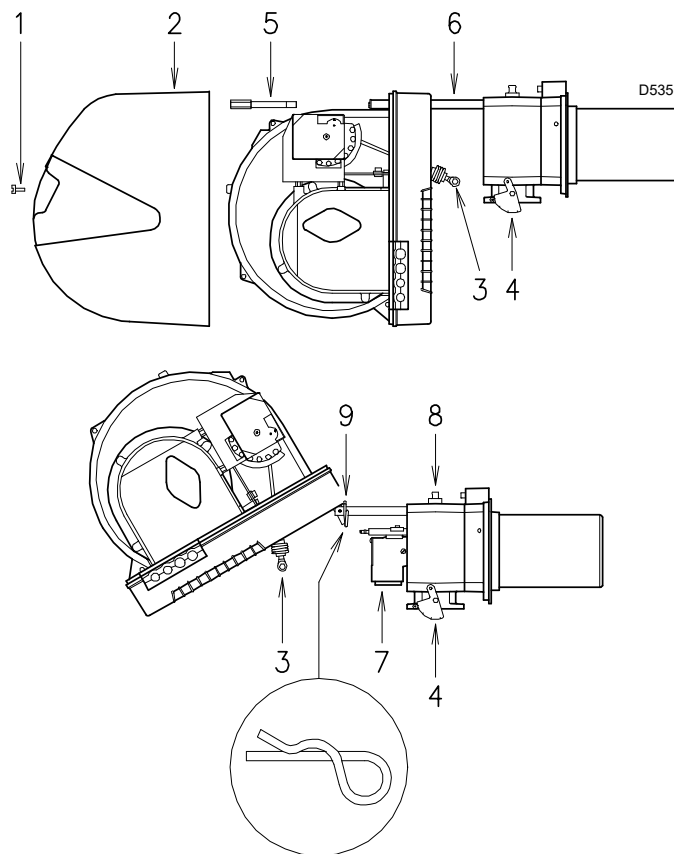

Fig. 40
- Retirer la vis 1) et extraire le capot 2)(Fig. 40).
- Décrocher la rotule 3) du secteur gradué 4)(Fig. 40).
- Déposer la vis 5 et la goupille 9) et reculer le brûleur sur les glissières 6)(Fig. 40) sur environ 100 mm. Débrancher les câbles de la sonde et de l'électrode et reculer ensuite complètement le brûleur.
- Tourner comme montré sur la figure et enfiler la goupille 9)(Fig. 40) dans le trou de l'un des deux guides, de façon à ce que le brûleur reste sur cette position.
On peut alors extraire le distributeur de gaz 7) après en avoir retiré la vis 8)(Fig. 40).
- Enlever la goupille 9)(Fig. 40) et pousser le brûleur jusqu'à environ 100 mm du manchon.
- Remettre la vis 5 et la goupille 9)(Fig. 40), et tirer délicatement vers l'extérieur les câbles de la sonde et de l'électrode, jusqu'à les mettre légèrement en tension.
- Réinsérer la rotule 3) du secteur gradué 4)(Fig. 40).